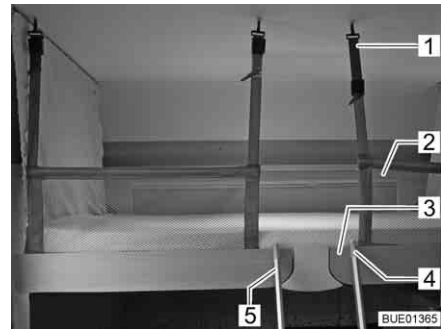

Fig. 83 Lit escamotable avec filet de sécurité tendu
Le filet de sécurité (Fig. 83,2) avec les sangles de sécurité se trouve dans le lit escamotable sous le matelas. Ne tendre le filet de sécurité qu'une fois que les personnes se trouvent dans le lit escamotable.
- Suspendre les sangles de sécurité (Fig. 83,1) aux crochets situés au plafond.
Ne monter sur le lit escamotable qu'avec l'échelle de montée (Fig. 83,5) fournie.
- Accrocher l'échelle de montée (Fig. 83,5) à la barre-poignée (Fig. 83,3) du lit escamotable à l'aide des deux étriers (Fig. 83,4).
- Décrocher l'échelle de montée (Fig. 83,5) de sur la barre-poignée (Fig. 83,3) du lit escamotable.